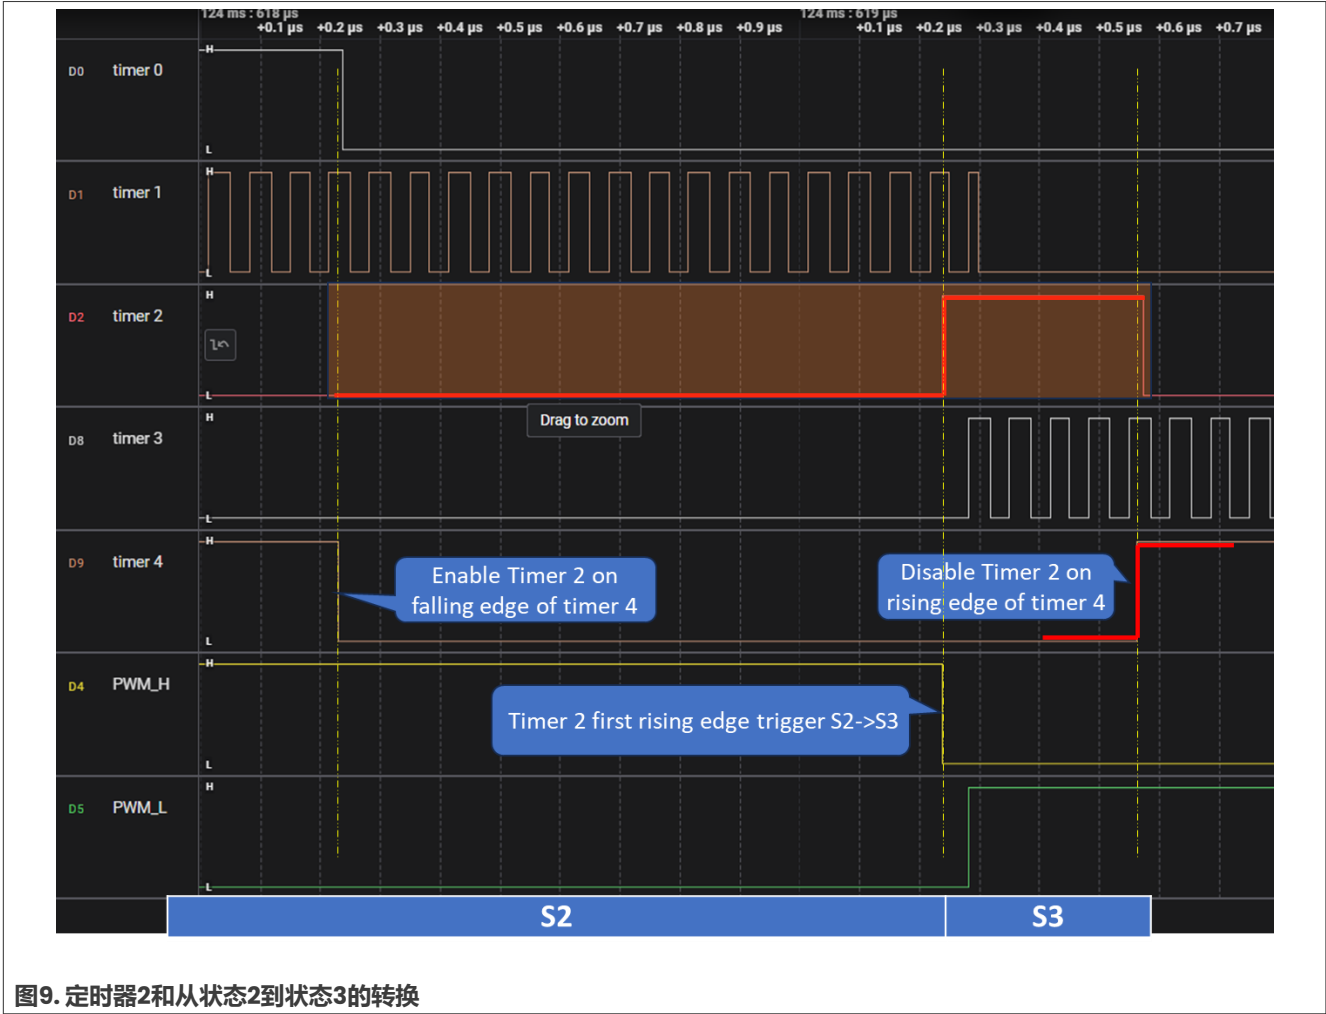

图9. 定时器2和从状态2到状态3的转换
3. 图9显示了定时器2的波形和从状态2到状态3的转换。定时器2的周期小于定时器4周期的一半。定时器4的下降沿启用定时器2，而定时器4的上升沿禁用定时器2，确保定时器2的PWM位于定时器4周期的下半部分。定时器2没有完成一个完整周期，因为其下半部分被定时器4部分“截断”。定时器2仅生成一个上升沿，该上升沿触发从状态2到状态3的转换。